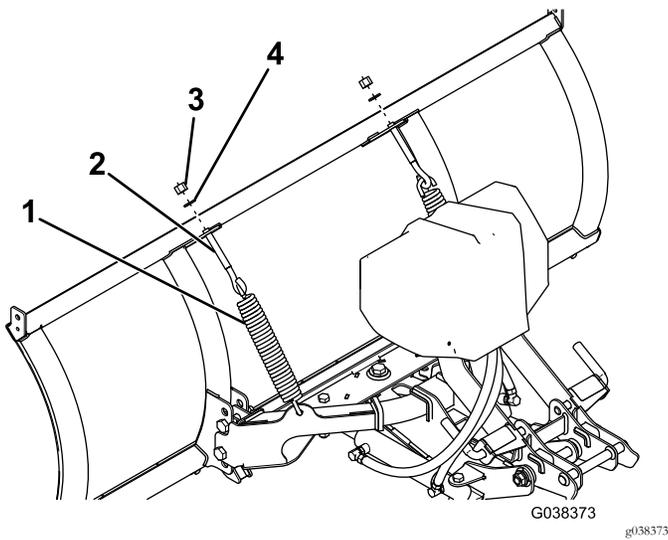

Figura 4
5. Enganche los 2 resortes de gancho a través del conjunto de bastidor de empuje (Figura 4).
6. Enganche los otros extremos de los resortes de gancho a los 2 pernos de ojo (Figura 4)
7. Inserte el extremo roscado de los pernos de ojo a través de los orificios de la pala de la quitanieves, y sujételos con 2 arandelas (1/2") y 2 tuercas de bloqueo automático (Figura 4).